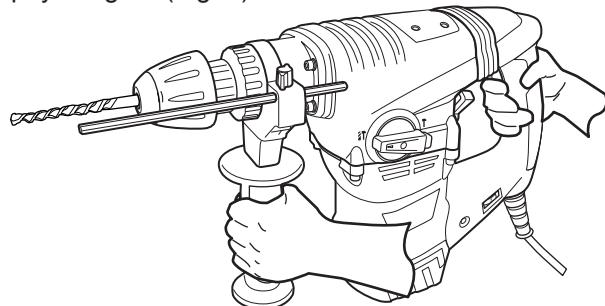

Fig. 7
- > Sujete siempre el producto por las empuñaduras y manténgalas secas para obtener un apoyo seguro (Fig. 7).